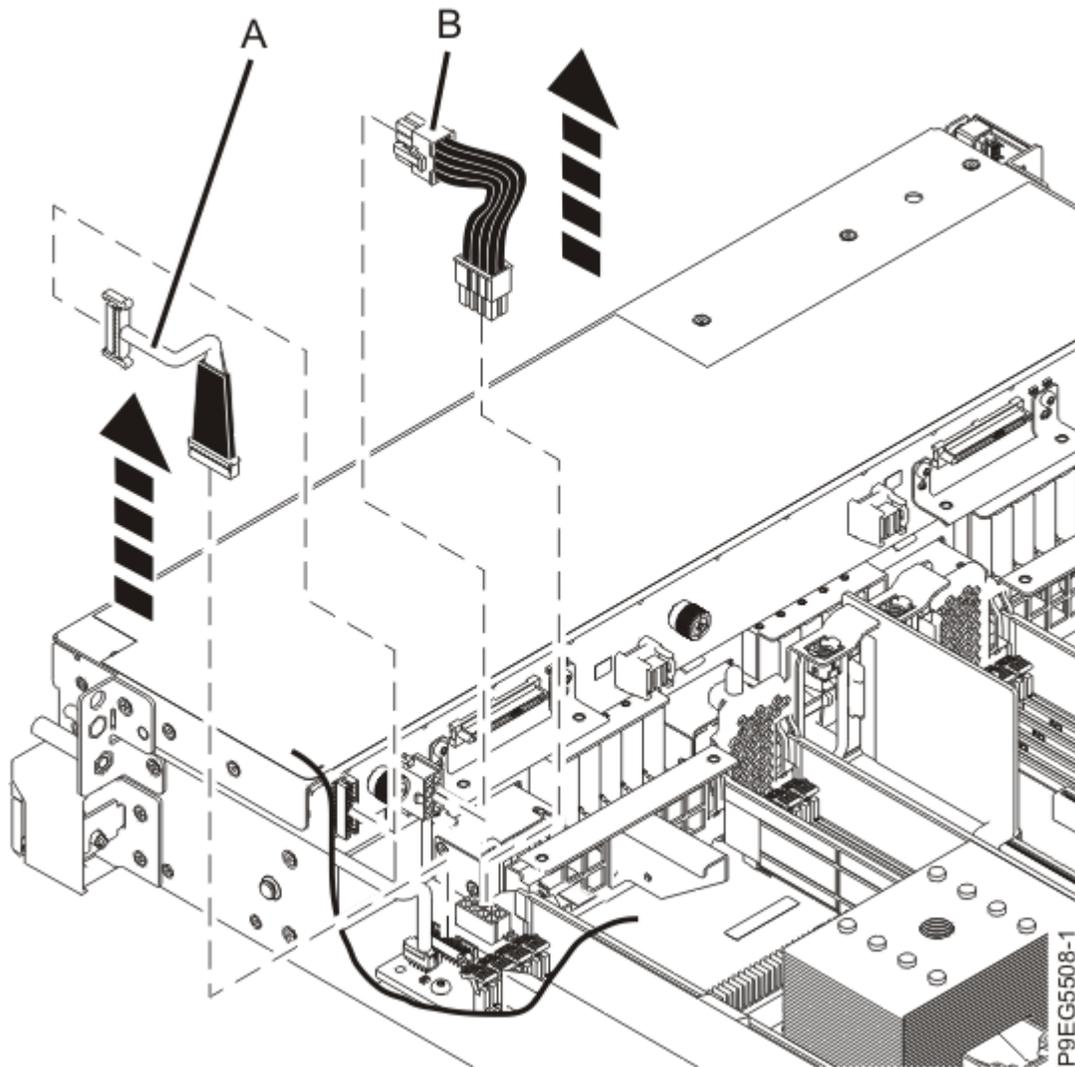

Figure 12. Déconnexion du cordon d'interface et du câble d'alimentation
7. Étiquetez et déconnectez le cordon d'interface **(A)** et le câble d'alimentation **(B)** du fond de panier d'unité de disque, comme illustré dans la Figure 12, à la page 14.